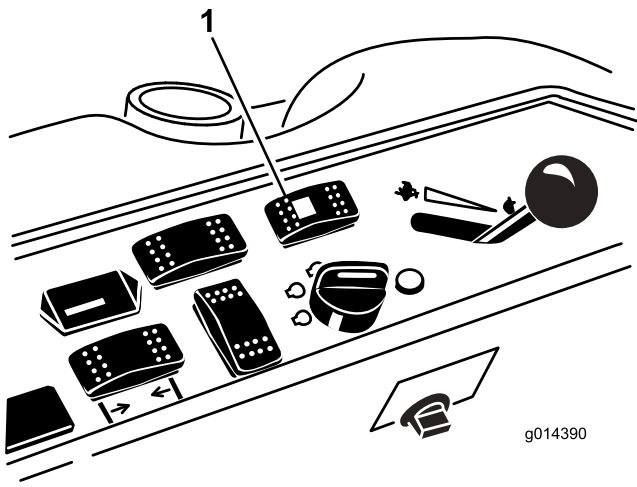

Figura 43
1. Pulse el interruptor de selección de la dirección hacia atrás (posición de dirección a 4 ruedas) (Figura 43).